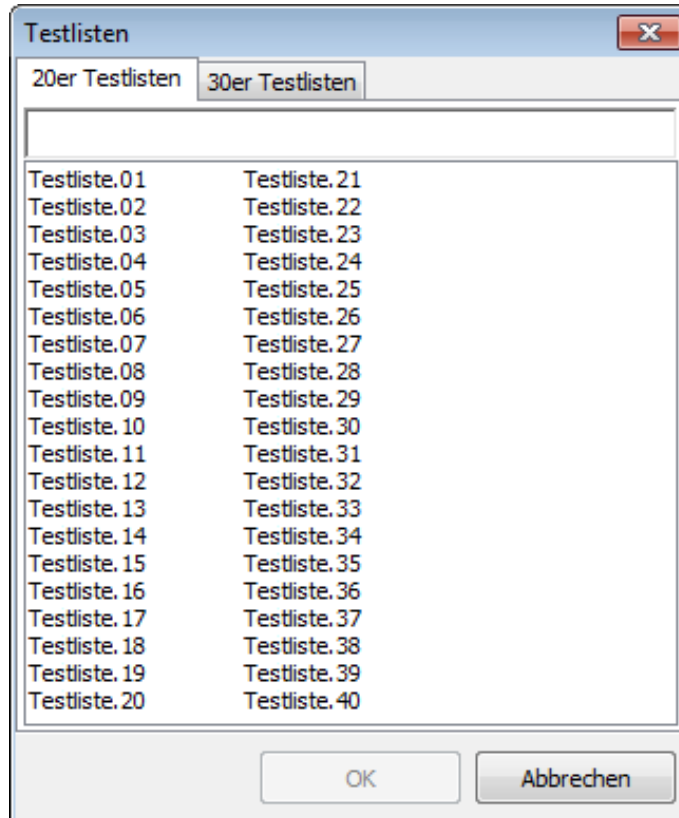

Abbildung 9: Manuelle Auswahl einer Testliste
Wenn Sie den Knopf „...“ anklicken, wird ein Dialog zur manuellen Auswahl einer Testliste angezeigt (Abbildung 9). Dabei können Sie ggf. zwischen Testlisten verschiedener Länge wählen, indem Sie die entsprechende Karteikarte wählen. Zukünftig wird das System auf diese Auswahl zurückgreifen und Ihnen eine Testliste der entsprechenden Länge vorauswählen. Bei der Messung „Englischer (UK) Matrix Test“ haben Sie die Wahl zwischen 10er- und 20er-Testlisten.